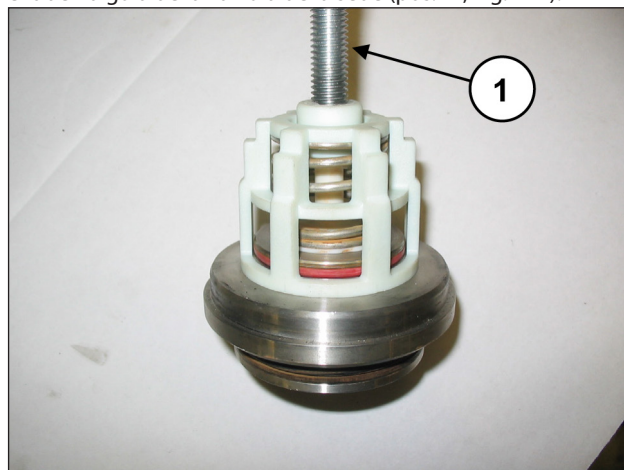

Fig. 114
Desmontar los grupos de las válvulas de aspiración y envío atornillando un tornillo M10 para presionar la guía interna y extraer la guía de la válvula de la sede (pos. ①, Fig. 114).